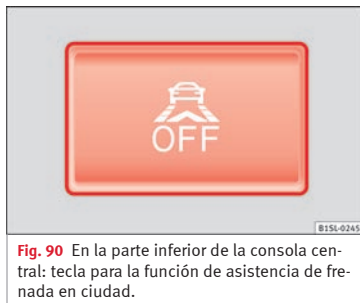

Fig. 90 En la parte inferior de la consola central: tecla para la función de asistencia de frenada en ciudad.
Dentro del área de funcionamiento de 5-30 km/h (3-19 mph): la función de asistencia de frenada en ciudad se ha desconectado mediante el botón  » » » fig. 90.	Conectar la función de asistencia de frenada en ciudad mediante el botón  » » » fig. 90.
- Pulse la tecla »» fig. 90 en la consola central.